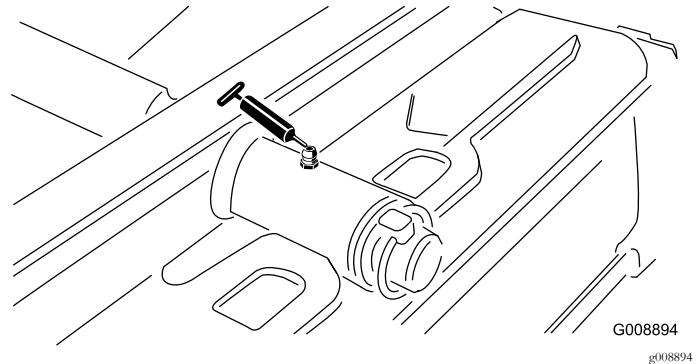

Bild 50
- Drehbüchsen an der Heckschneideinheit (Bild 50)